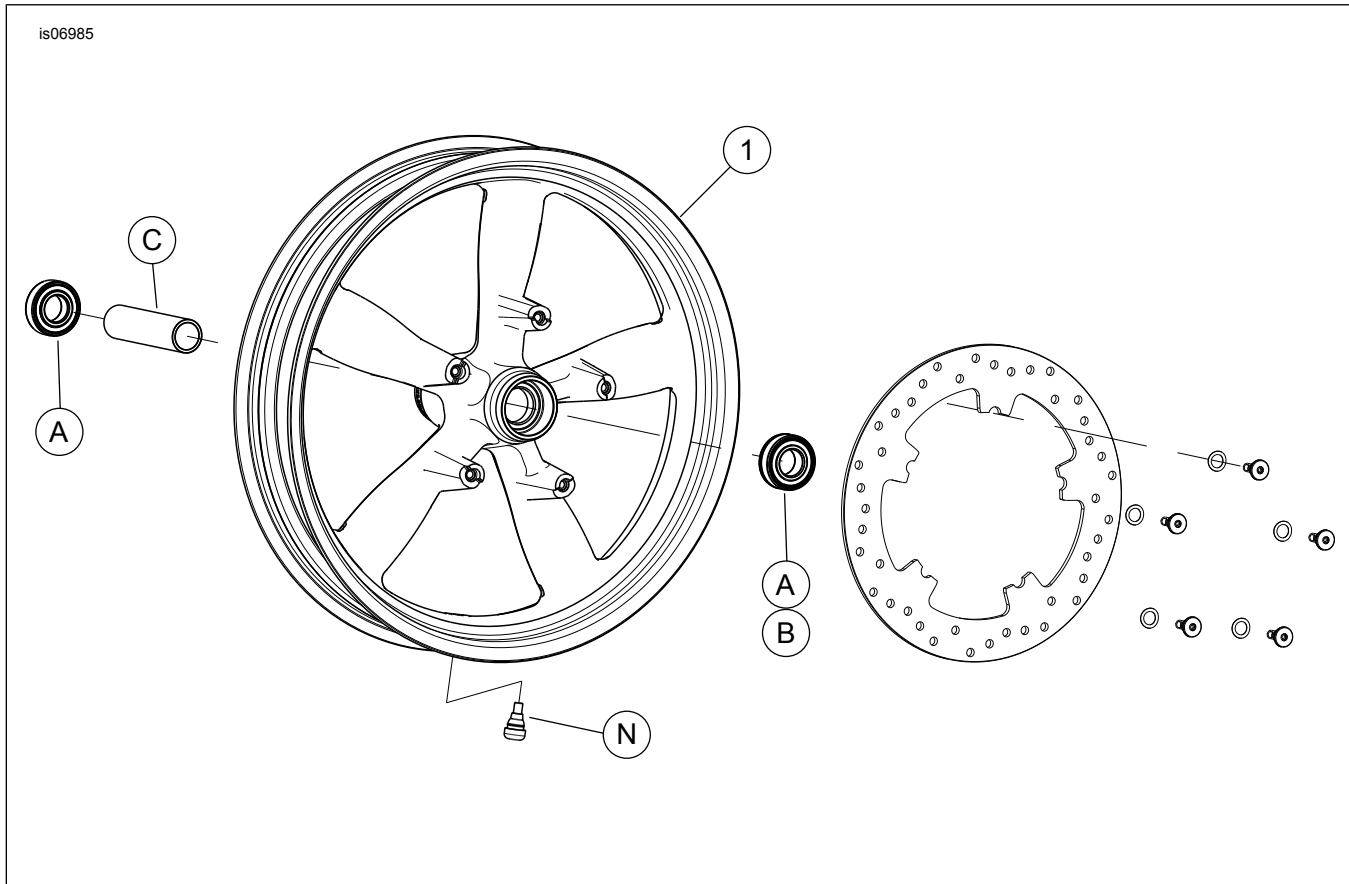

Figura 1. Piezas de servicio: Rueda delantera Vapor
2. Vea Figura 1. Instale el conjunto del vástago de la válvula (N) en la rueda. Vea el Manual de servicio.